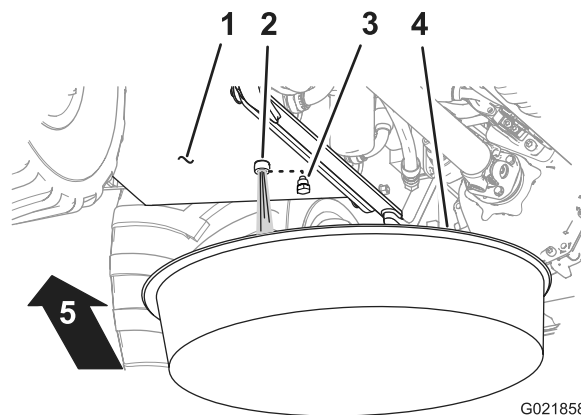

Figura 90
4. Posizionate un contenitore con una capacità minima di 75,7 litri sotto il raccordo di spurgo del serbatoio idraulico (Figura 90).
5. Togliete il tappo di spurgo dal serbatoio idraulico (che si trova sotto il serbatoio) e spurgate il serbatoio (Figura 90).
7. Montate il tappo di spurgo (Figura 90).